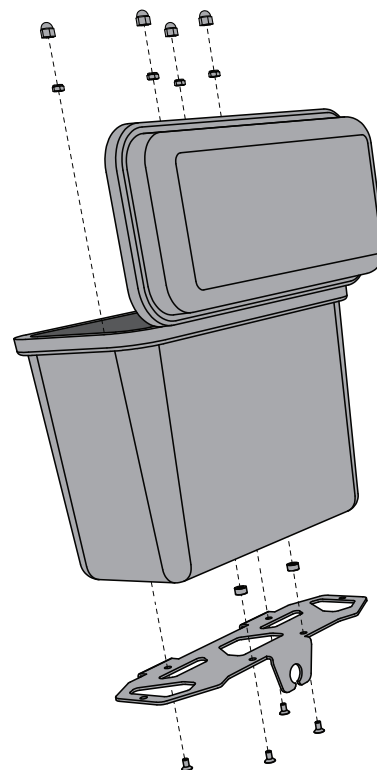

図 11. ケースへのクイックリリース マウントの取り付け
- 図 11 のように、4 本の 20 mm 留め金具と、2 個のスペーサー (マウントとケースの間)、4 個のナイロック ナットを使って、クイックリリース マウントをそれぞれの防水ケースに取り付けます。留め金具を **11.0 N-m (8.1 ft-lbf)** のトルクで締め付けます。